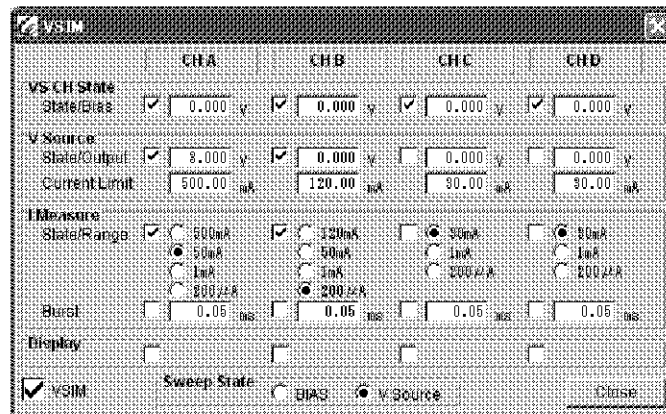

図 11-1 EGSM 送信設定
3. 表 11-3 に従い、図 11-1 のようにチャンネル A ON (3 V)、チャンネル B OFF (0 V) を設定します。